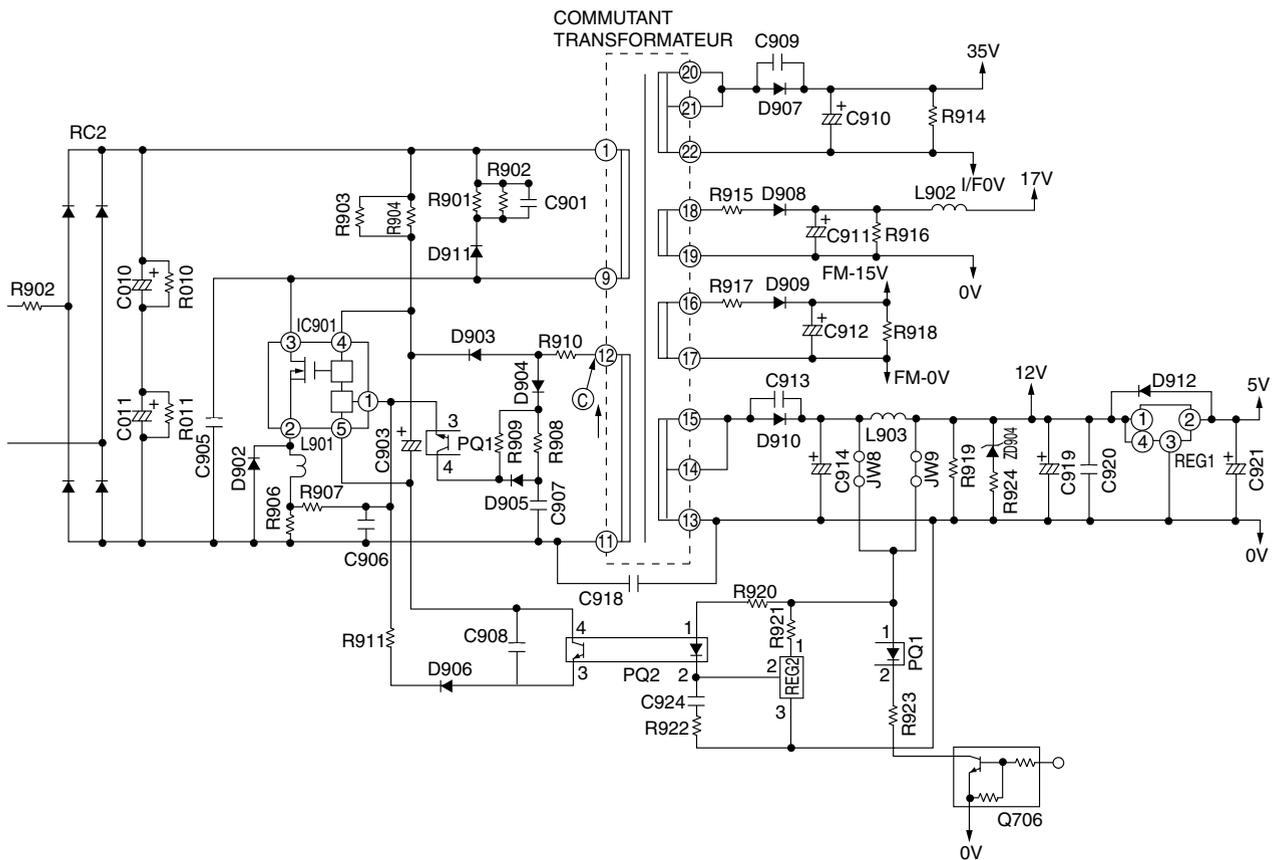

Fig. 4-1 Circuit d'alimentation pour le circuit imprimé
- La Fig. 4-1 représente le circuit d'alimentation pour le circuit imprimé et la forme d'onde à chaque point.